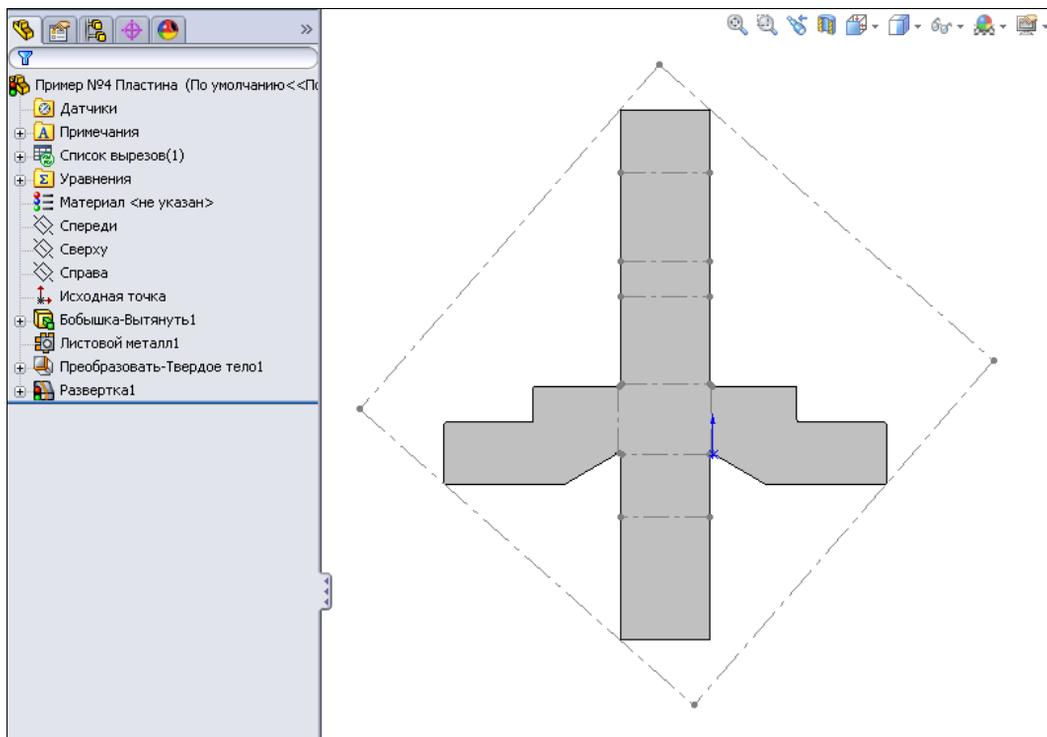

Рис. 4.61
5. Для получения развертки этой детали нажмите кнопку  **Развертка**, которая находится на панели **Листовой металл**. В результате получите ее полную развертку (рис. 4.61). При этом строка **Развертка1** в Дереве Конструирования перейдет из погашенного состояния в активное.